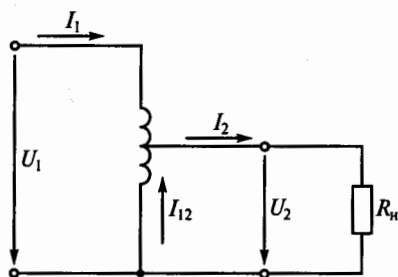

Рис. 178
**6.46.** Каковы  $I_1$  и  $I_{12}$  в схеме автотрансформатора на рис. 178, если ток нагрузки  $I_2 = 5$  А, напряжение  $U_2 = 0,5 U_1$ ? (Током холостого хода пренебречь.)